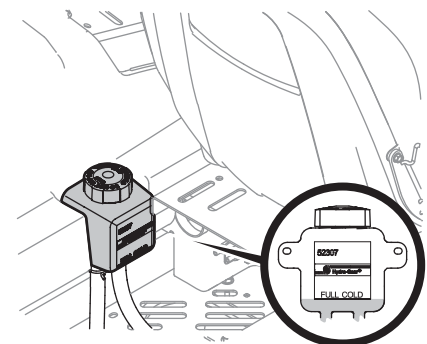

Figure 4-9
1. Nettoyez le bouchon du réservoir et la zone autour du bouchon pour que les débris ne contaminent pas l'huile. Voir Figure 4-9.